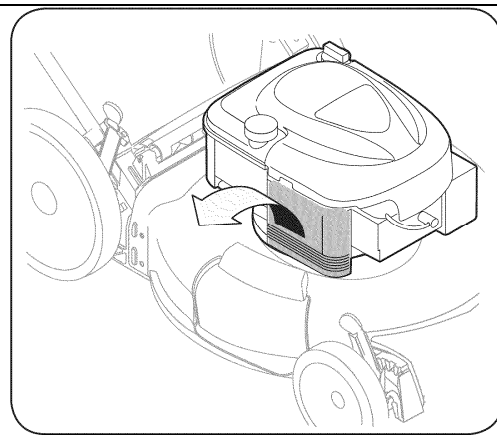

Рис. 16
1. Ослабьте быстросъемное крепление, которое удерживает крышку и наклоните пластиковую крышку корпуса от двигателя вниз. См. рисунок 16